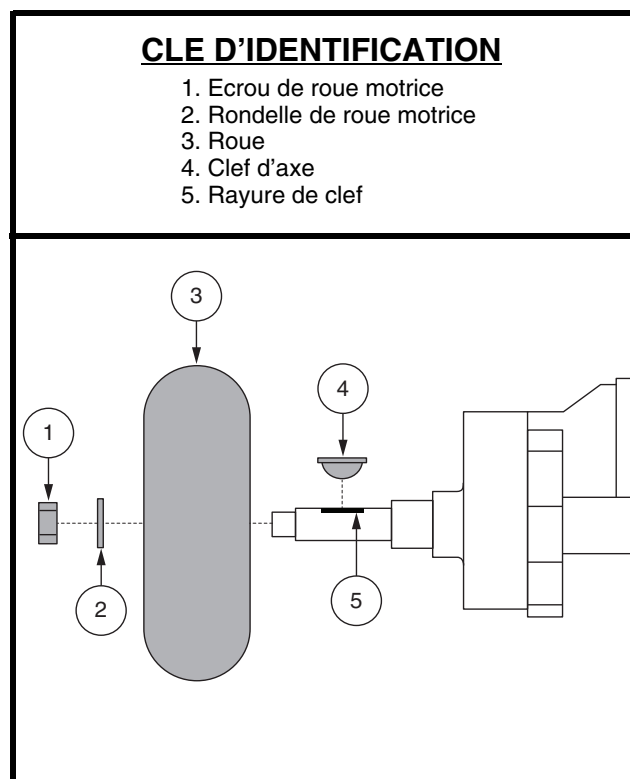

Figure 28. Enlèvement de la roue motrice à âme pleine
3. Enlever le l'écrou et la rondelle de roue motrice sur l'essieu. **Voir la figure 28.**